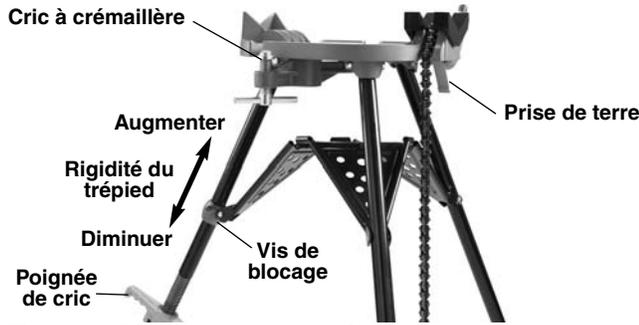

Figure 2 – Réglage de la tablette (460-12)
8. Prise de terre – Les étaux à tubes TRISTAND 460-6 et 460-12 dispose d'une barrette de mise à la masse pour appareil de soudure située sous l'étau (Figure 2).